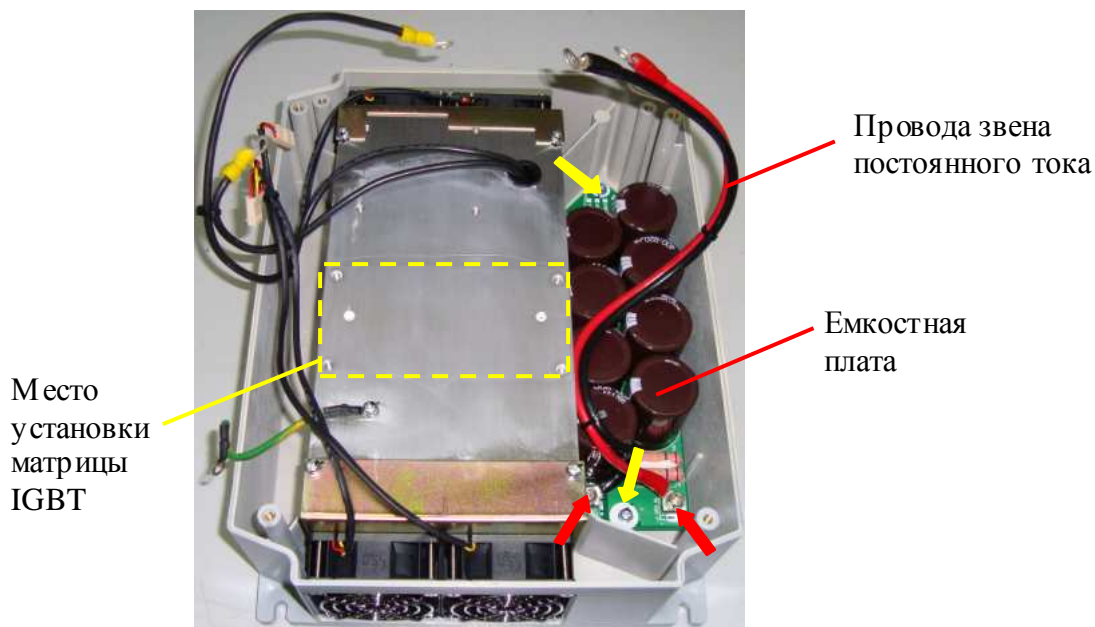

Рис. 7.5
7.3.1. Установить емкостную плату в нижнюю часть корпуса ПЧ и прикрутить ее двумя винтами (рис. 7.5, желтые стрелки).
7.3.2. Прикрутить винтами провода звена постоянного тока (рис. 7.5, красные стрелки):
7.4.2. Протереть радиатор в месте установки матрицы салфеткой, смоченной СБС (рис. 7.5).